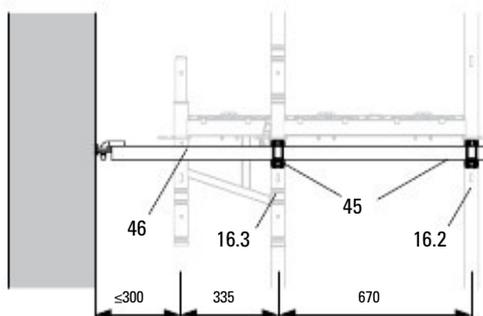

Fig. E1.05
Когато използвате държача EWC (45), всички конзоли ECM 33 / 67 / 100 (62-64) могат да се анкерират едновременно. (Fig. E1.05 + E1.06)